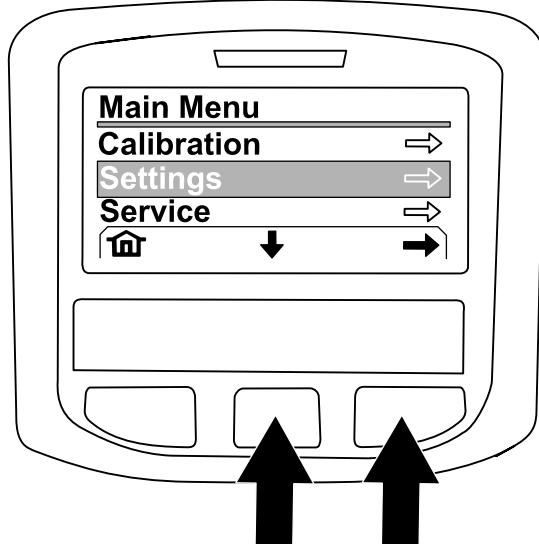

Figura 226
4. Nella schermata MENU PRINCIPALE, premete il pulsante centrale per navigare all'opzione IMPOSTAZIONI, poi premete il pulsante destro per selezionare l'opzione (Figura 226).